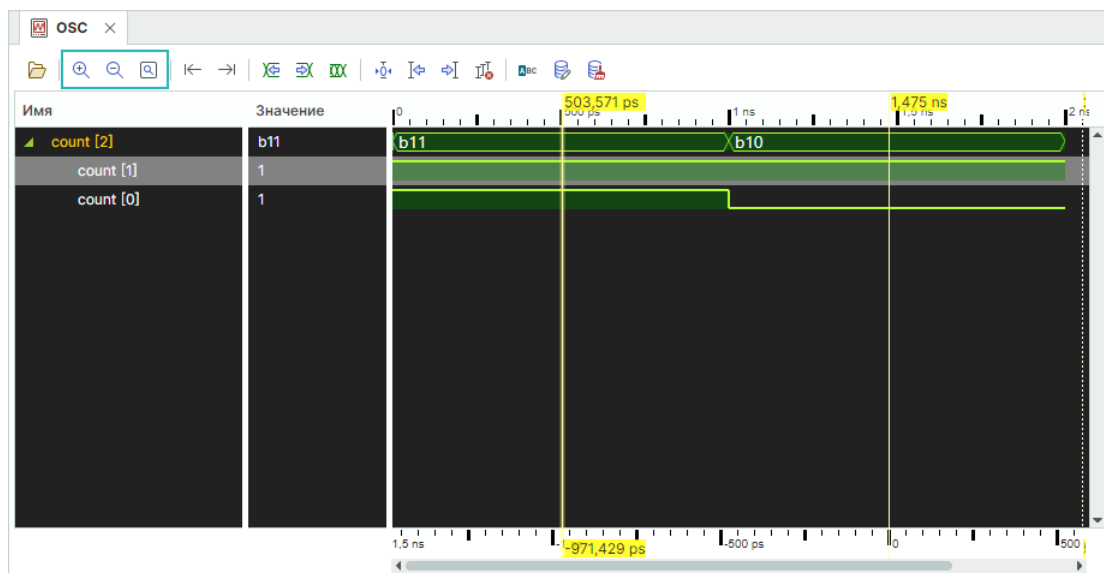

Рис. 34 Расположение кнопок для изменения масштаба
- Изменение масштаба, см. Рис. 34.